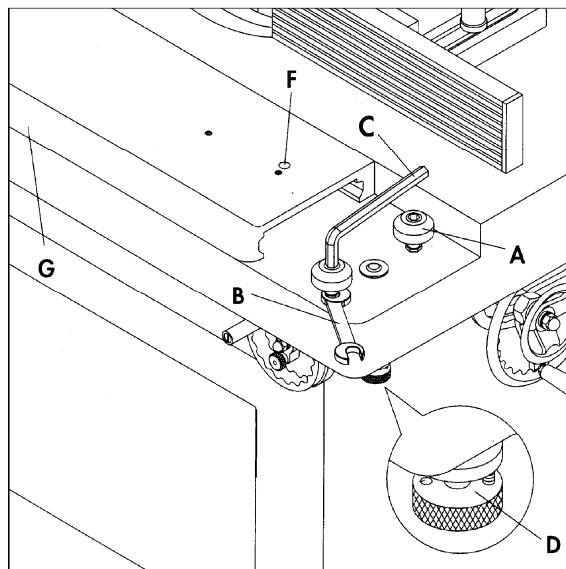

Рисунок 24
На каретке имеется шесть эксцентриковых роликов (A, рис. 24). Если каретка движется не стабильно или не по прямой, отрегулируйте ее следующим образом:
1. Ослабьте ролик (A, рис. 24) при помощи торцевого шестигранного ключа (C, рис. 24).
2. При помощи рожкового ключа (B, рис. 24) поверните ролики, как требуется.
3. При помощи торцевого ключа (С, рис. 24) закрепите настройку ролика.
Чтобы работать с кареткой (F, рис. 24) потяните вниз ручку с насечками (D, рис. 24) и поверните ее на 180 градусов, пока в отверстие на противоположной стороне не войдет штифт. Теперь каретку можно перемещать вперед-назад.
Чтобы закрепить каретку в центральном положении, переместите ее заподлицо с основным столом. Потяните вниз ручку с насечками (D, рис. 24) и поверните ее на 180 градусов, пока она не войдет в зацепление со штифтом.